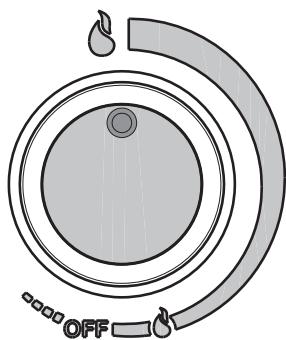

fig. 8A
- Cu selectorul "A" în această poziție încălzitorul este pornit cu flacăra la minim, continuând rotirea, flacăra va crește până la maxim în corespondență cu simbolul "☼" (fig. 8A).